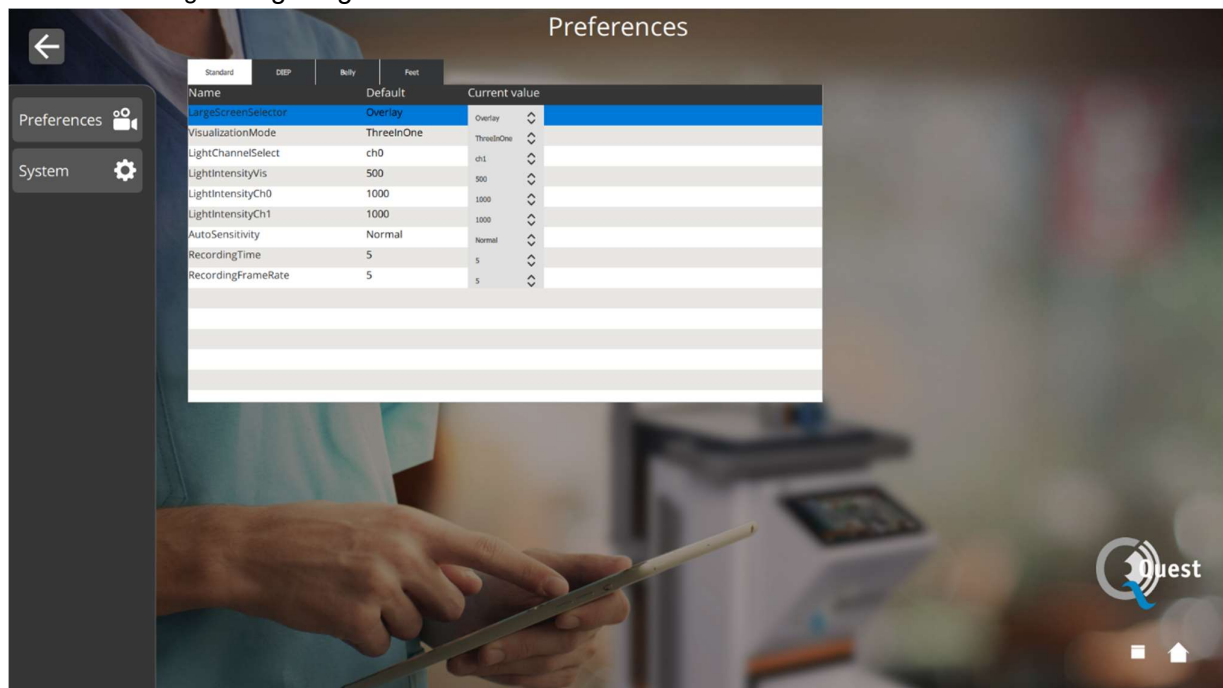

Abbildung 10 Einstellungen des Chirurgen
- Greifen Sie auf die Einstellungen des technischen Personals zu (siehe Abbildung und Abbildung 10 sowie weitere Erläuterungen unten).
Nachdem Sie den Chirurgen und den richtigen PIN-Code ausgewählt haben, wird eine Schnittstelle wie in Abbildung 10 angezeigt.